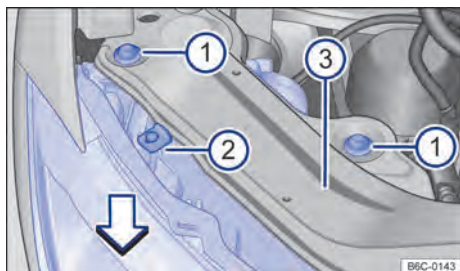

Fig. 165 No compartimento do motor: parafusos de fixação do farol dianteiro.
- Remover os parafusos de fixação → Fig. 165 ❶ com o auxílio de uma chave torx.
- Mover o farol para frente, no sentido da seta → Fig. 165, até que os dois cliques da parte inferior desencaixem e possibilite a remoção do farol.
- Desencaixar o conector de alimentação, para remover totalmente o farol → ❶.
- Recolocar o farol cuidadosamente até que os dois cliques inferiores encaixem e o batente superior → Fig. 165 ❷ encoste no suporte do farol ❸.
- Recolocar os parafusos de fixação ❶ na carcaça do farol.
- Pressionar o farol contra o batente central superior ❷ e apertar os parafusos ❶ com a chave torx.